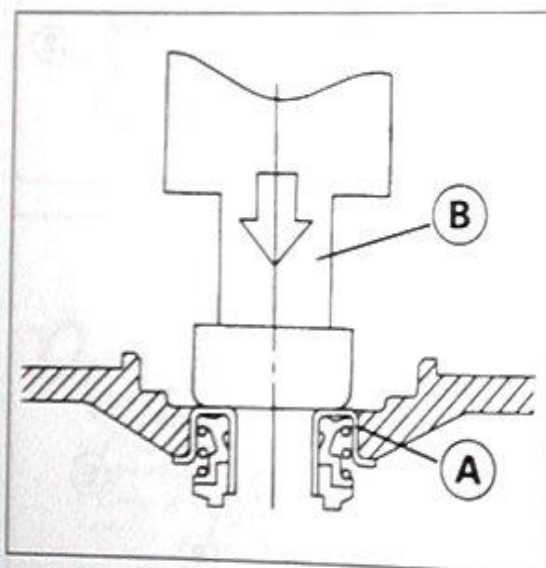

Bild 129
- Dichtung «A» Bild 129 mit passendem Lagertreiber «B» (KAWASAKI-Spezialwerkzeug 57001-1129) aus Gehäuse herausdrücken.